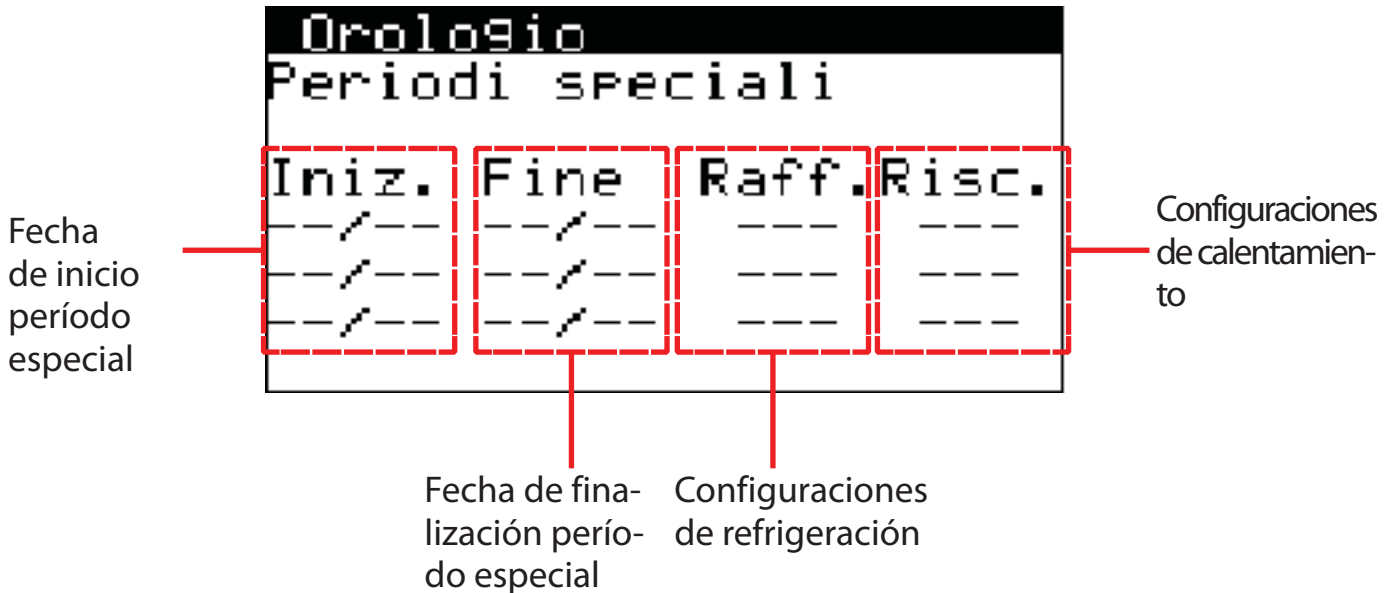

Fig. 11
4. pantalla de las configuraciones de los periodos especiales (Fig. 11)\*